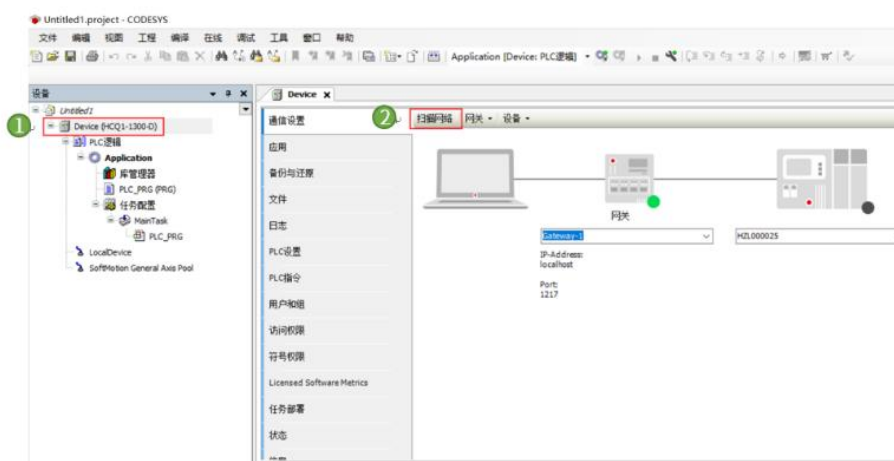

图13-5 网络连接
2. 双击【Device】, 弹出页面如图13-5所示, 点击【扫描网络】。